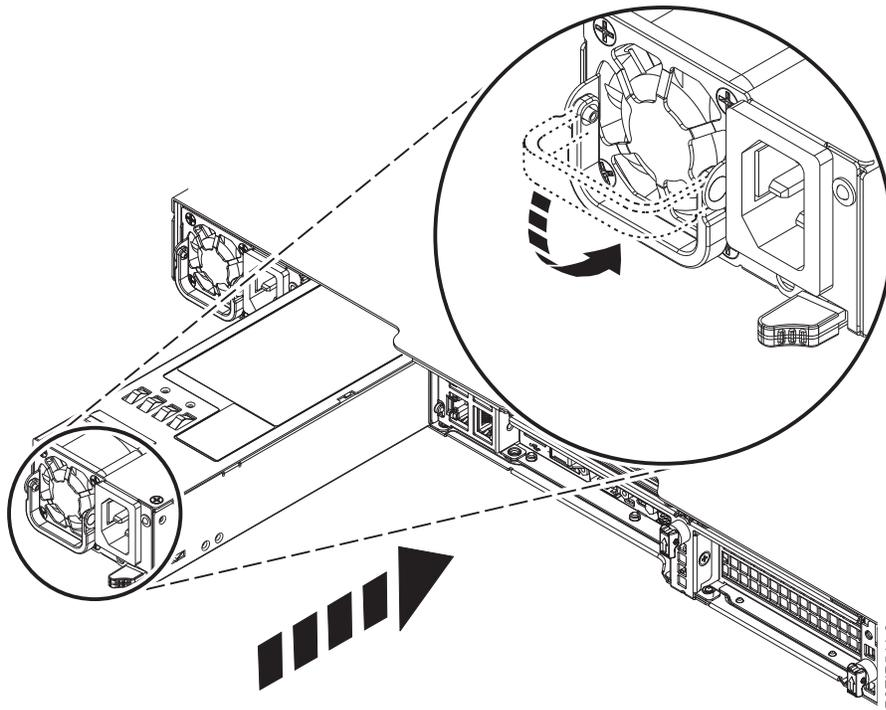

Figura 27. Sustitución de una fuente de alimentación en el sistema
2. Alinee la fuente de alimentación con la bahía, como se muestra en la Figura 27. El ventilador está a la izquierda y el enchufe a la derecha. Deslice la fuente de alimentación en el sistema hasta que el pestillo encaje en su sitio.